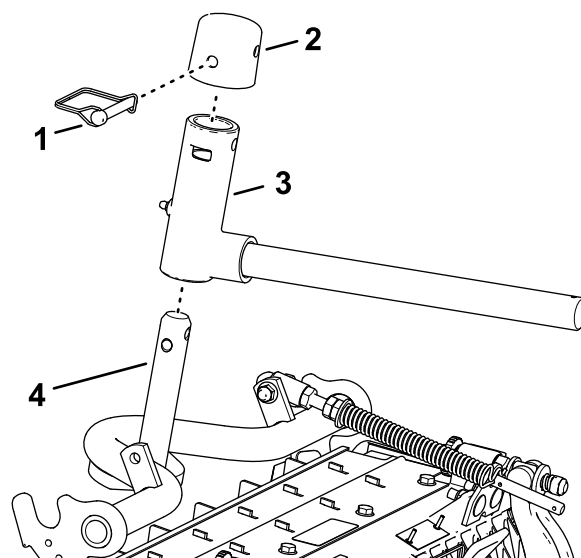

Figura 27
- Montai furca braului de ridicare pe arborele cadrului de susinere (Figura 27).